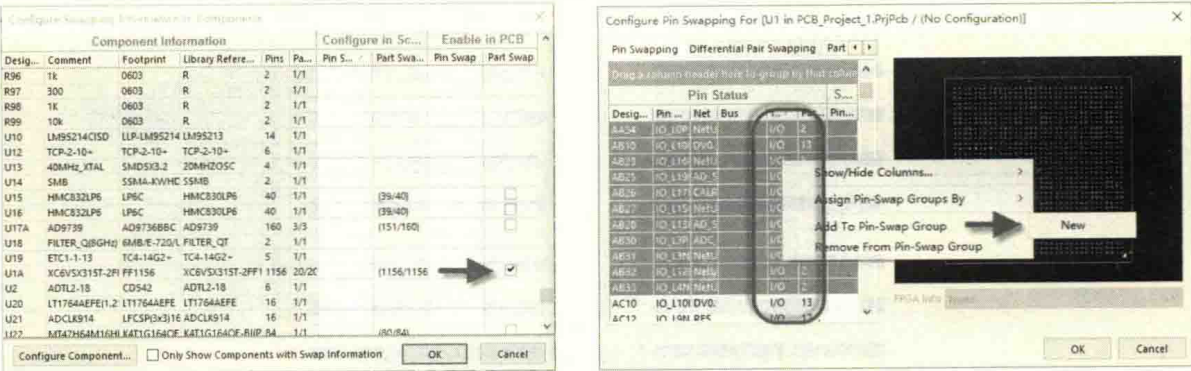

图 11-7 可调换 FPGA 的使能及 Group 设置
(6) 找到 FPGA 对应的元件位号，勾选使能状态，双击该元件，对该元件的可以调换的 I/O 属性管脚创建 Group 操作，单击“OK”按钮，设置完毕，如图 11-7 所示。